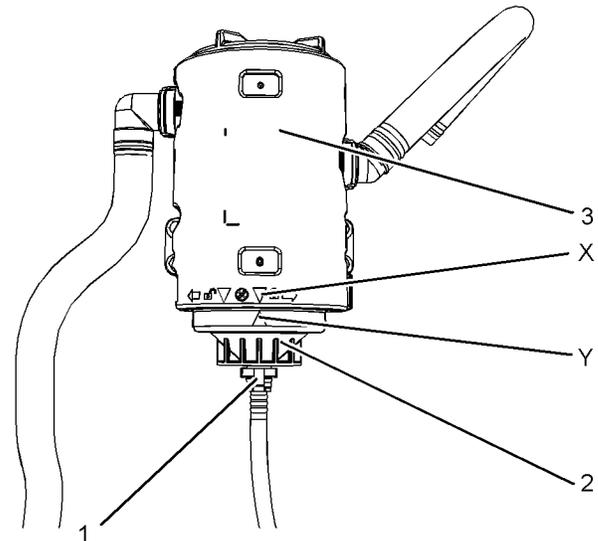

Abbildung 69
- Die Filtereinheit und den unteren Deckel (2) einbauen. Den unteren Deckel von Hand im Uhrzeigersinn festdrehen, bis er auf dem Entlüftergehäuse einrastet. Sicherstellen, dass die Ausrichtungsmarkierungen (X und Y) korrekt ausgerichtet sind. Siehe Abbildung 69.
- Den Leitungsanschluss (1) anbringen. Sicherstellen, dass die Halteschellen am Leitungsanschluss richtig eingerastet sind. Behälter entfernen.